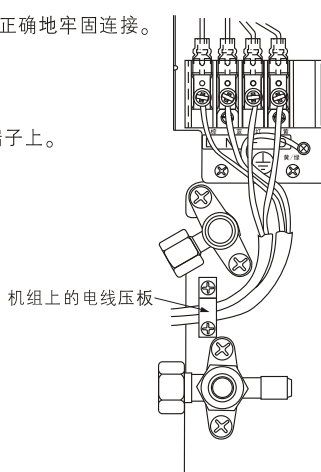

图 26
- (1) 把室外机组中阀门处护套套在连接电缆(1)上，按图 26 安装。
- (2) 把连接电缆按左侧板内电气接线图所示正确地牢固连接。